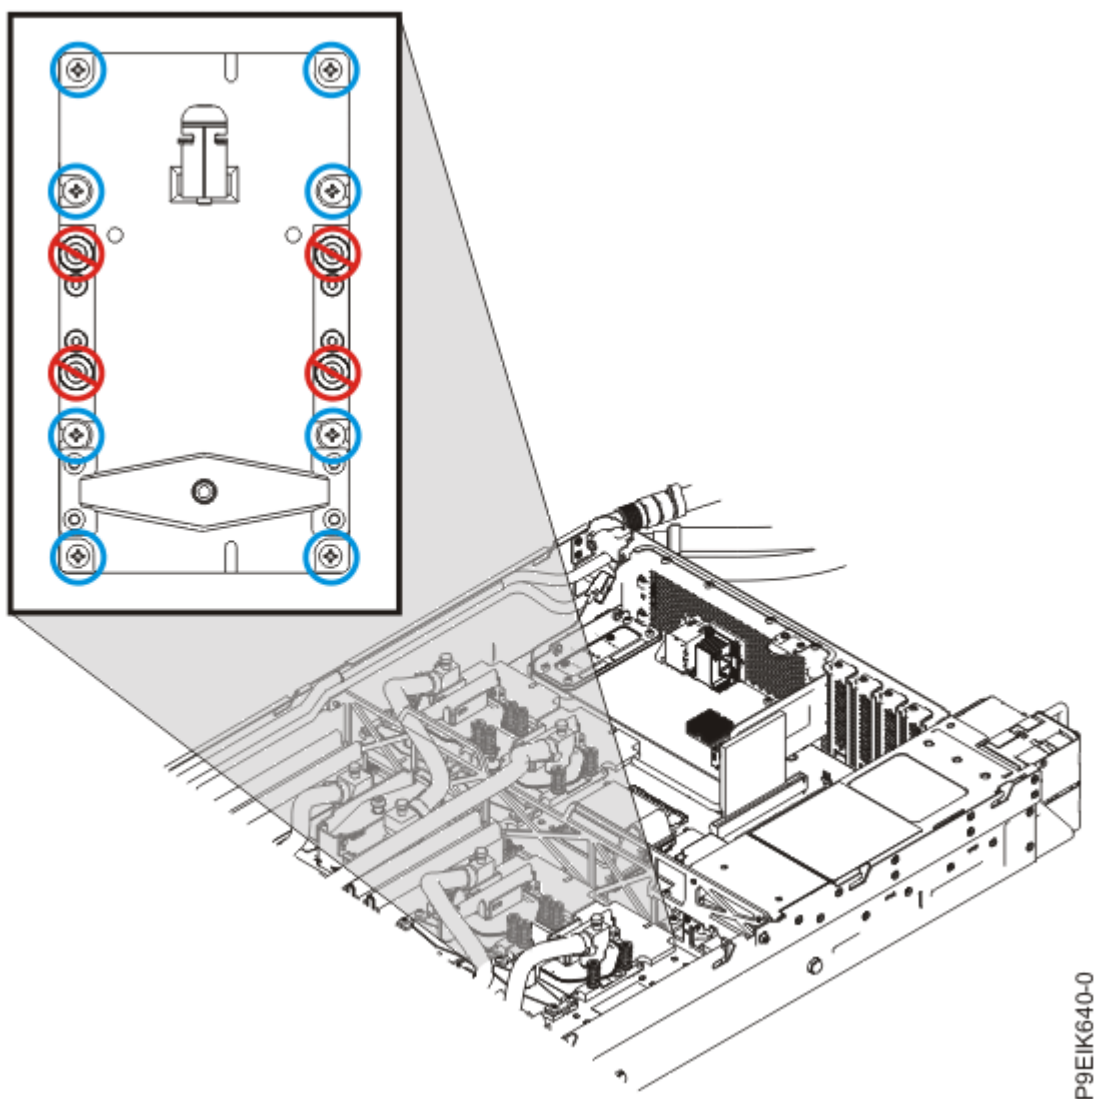

Figure 86. Retrait des huit vis de chaque GPU ; ne pas desserrer les quatre vis à ressort
5. Retirez les huit vis du GPU que vous déposez (voir Figure 86, à la page 96).